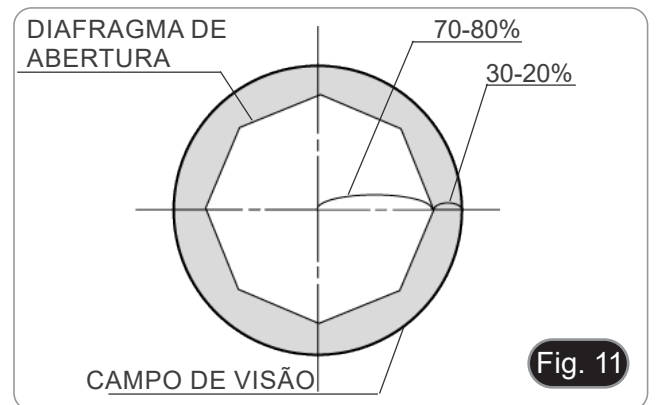

Fig. 11
- Para amostras com baixo contraste, ajuste o valor da abertura numérica para cerca de 70%-80% do A.N. da objectiva. Se necessário, remova uma ocular e, olhando para o suporte da ocular vazio, ajuste o anel do condensador até obter uma imagem como na Fig. 11.